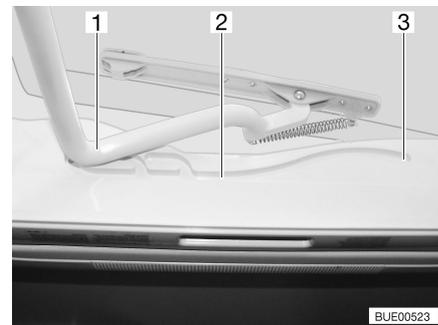

Fig. 21 Oblò inclinabile, guida
- Tirare la staffa (Fig. 21,1) nelle guide (Fig. 21,2) fino alla posizione più all'indietro (Fig. 21,3).
- Spingere la staffa (Fig. 21,1) leggermente verso l'alto con ambedue le mani.
- Tirare la staffa nelle guide (Fig. 21,2) fino alla posizione desiderata.